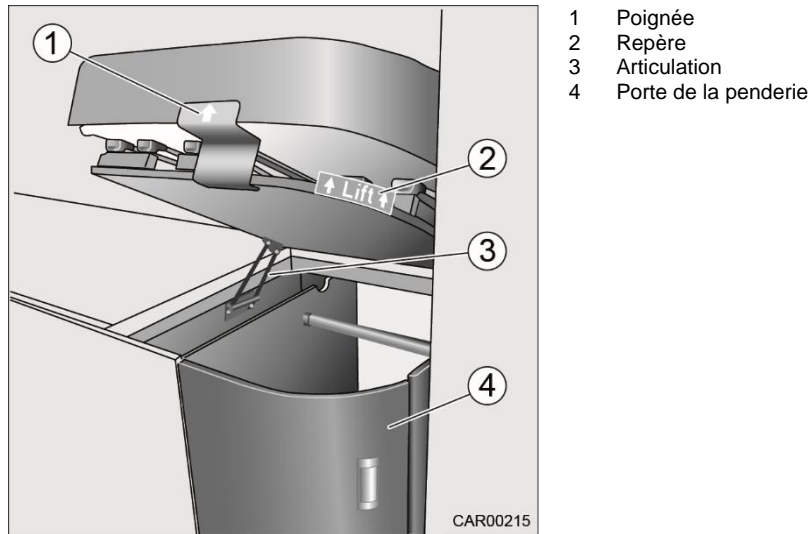

Fig. 84 Lit arrière
2. Relever le sommier divisé en le poussant au point de repère « Lift » (Fig. 84/2) ou au niveau de la poignée (Fig. 84/1).
Le sommier divisé est automatiquement maintenu en position supérieure extrême par l'articulation (Fig. 84/3).
- Avant de prendre la route, ramener le lit en position initiale et fermer la porte de la penderie (Fig. 84/4).